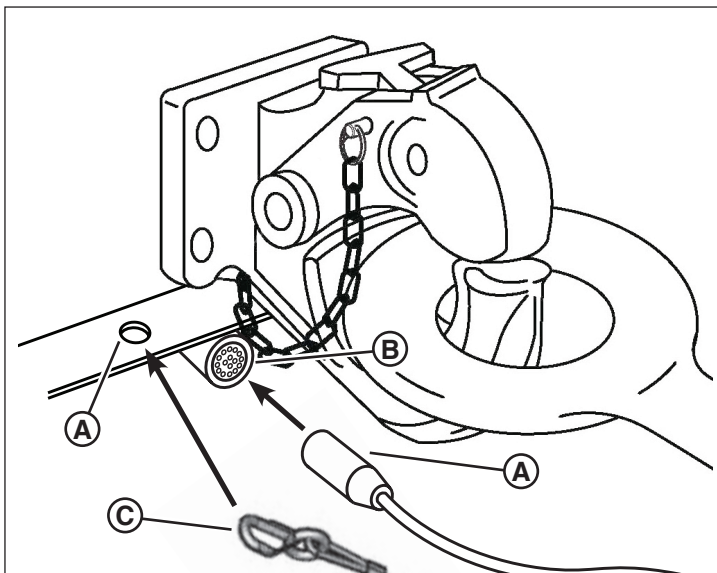

Figura 8
7. Conecte el conector de las luces del remolque (A, Figura 8) al conector del vehículo remolcador (B). Asegúrese de que el haz de cables de las luces del remolque tenga la longitud adecuada para evitar la desconexión al realizar los giros, pero no demasiada como para que este tenga contacto con la superficie del camino. Revise que las luces de detención, de viraje, traseras, marcadoras laterales y de la placa de licencia funcionen correctamente.
8. Conecte el cable del interruptor de los frenos de separación (C, Figura 8) al vehículo remolcador (D). Consulte la sección "Sistema de frenos de separación" para obtener información detallada acerca de dicho sistema.
*NOTA: Algunos cables del interruptor del freno de separación tienen una carabina que se engancha en la cavidad de la cadena de seguridad. Consulte la Figura 8.*